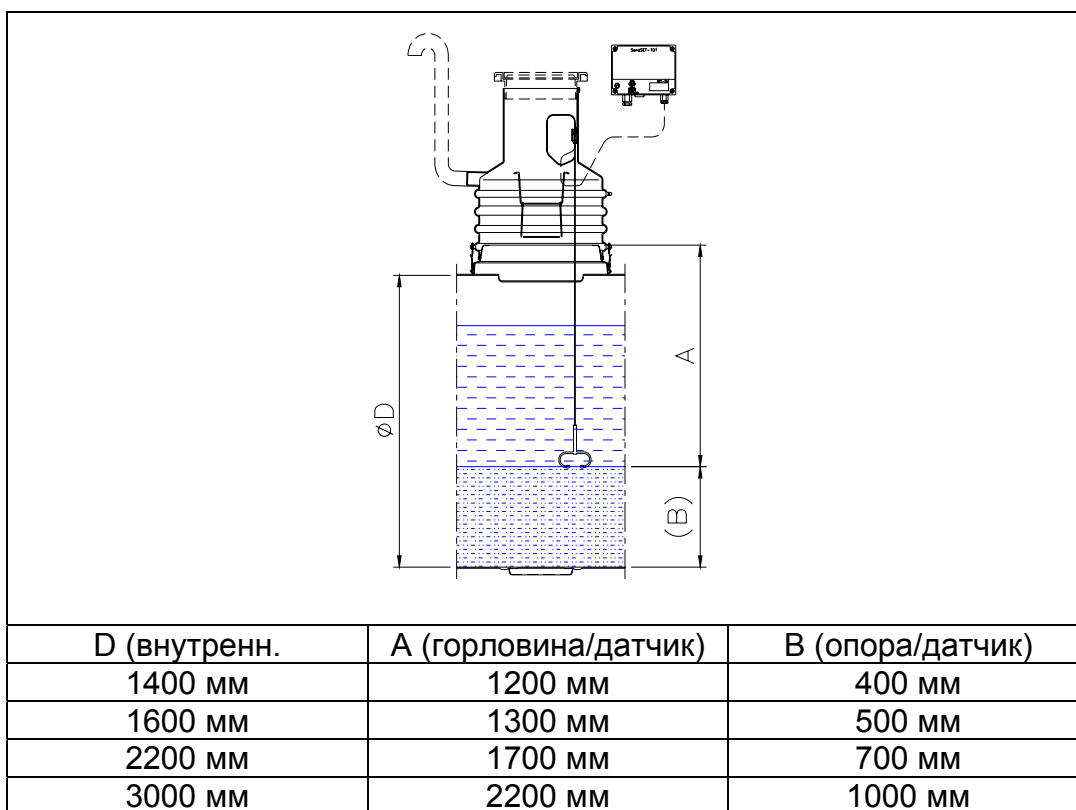

Рис. 5. Определение высоты кабеля датчика сигнализатора SandSET-1000 для отделителей Ø 1400-3000 мм
8. Установите датчик сигнализатора ила SandSET 1000 в отделителе. Соединительную коробку повесить за металлический крючок, установленный в верхней части техколодца. После этого определяется требуемый уровень высоты датчика; рекомендуется определить высоту на уровне 1/3 от объема емкости. Смотрите подробнее рис. 5, высоту «В».